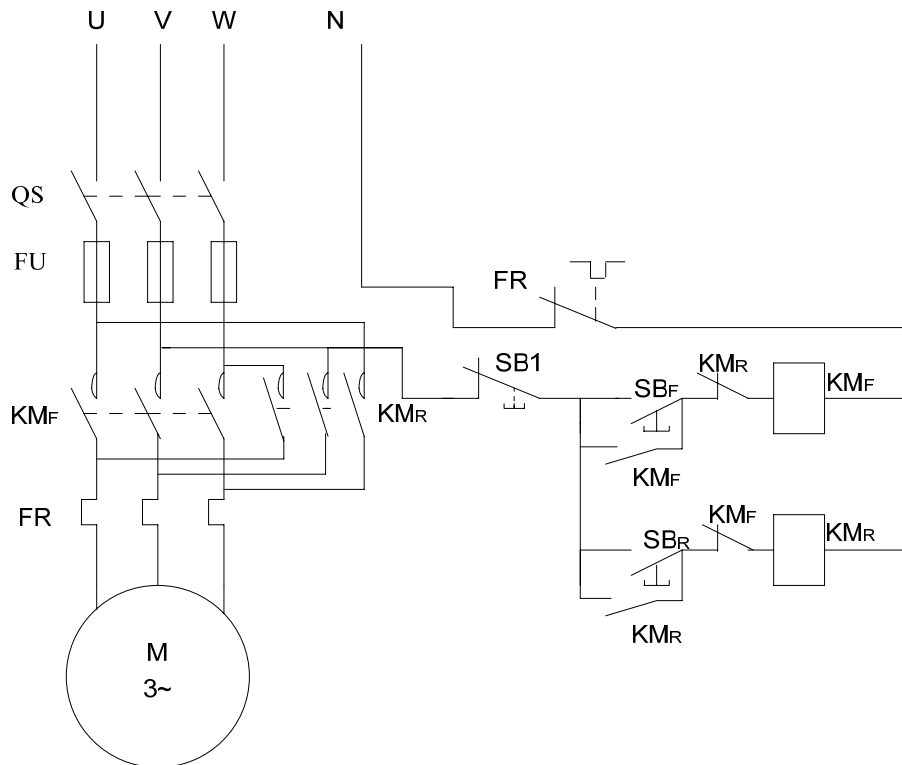

图 3.5a.2 电动机正反转控制线路
吊车或某些生产机械的提升机构需要作左右上下两个方向的运动，拖动它们的电动机必须能作正、反两个方向的旋转。由异步电动机的工作原理可知，要使它反向旋转只需对调定子三根电源线中的任意两根，以改变定子电流的相序即可。为此要对异步电动机实现正、反转控制，需要用两只接触器，控制电路如图 3.5a.2 所示。
按图 3.5a.1 所示线路接线，先接主电路，再接控制电路。接好线路后须经教师检查，确认线路无误方能合上隔离开关 QS，进行异步电动机直接起动（按下 SB₂）及停车（按下 SB₁）试验，注意观察交流接触器的工作情况。
由于本实验线路复杂，在按图 3.5a.2 改接线路时，仍按主电路、控制电路两部分分别接线。
- (1)在图 3.5a.2 所示的正反转控制电路中,熔断器在电路中具有_____作用,热继电器具有_____作用。
- (2)在正反转控制电路中,怎样避免发生两组主触头 KM_F 和 KM_R 同时接通而造成电源短路?